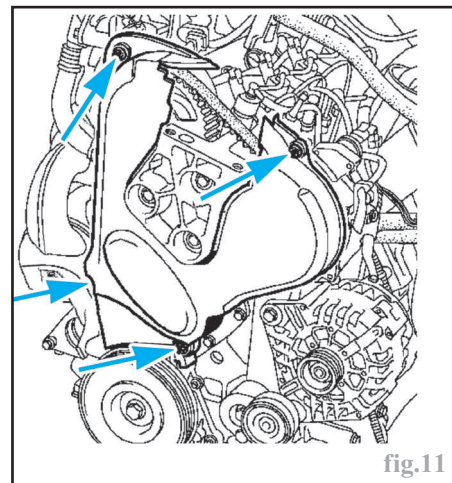

fig.11
- le carter supérieur de distribution (fig.11).